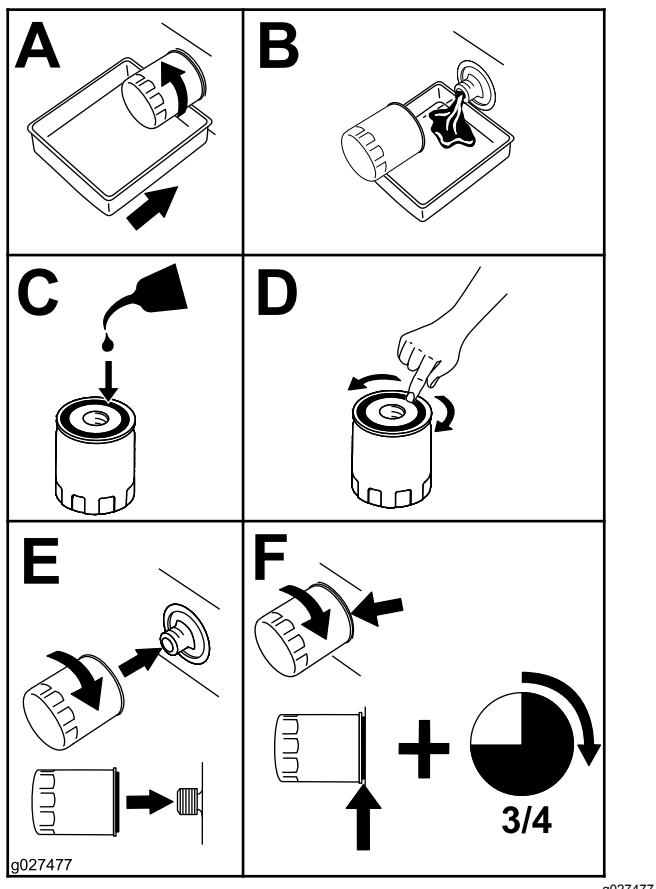

Figura 46
5. Cambiate il filtro dell'olio del motore (Figura 46).